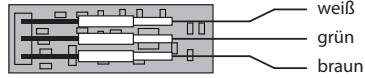

Abb. 20
- Die Anschlussfolge der Platine entnehmen Sie bitte der Abb. 20, sowie Seite 18.